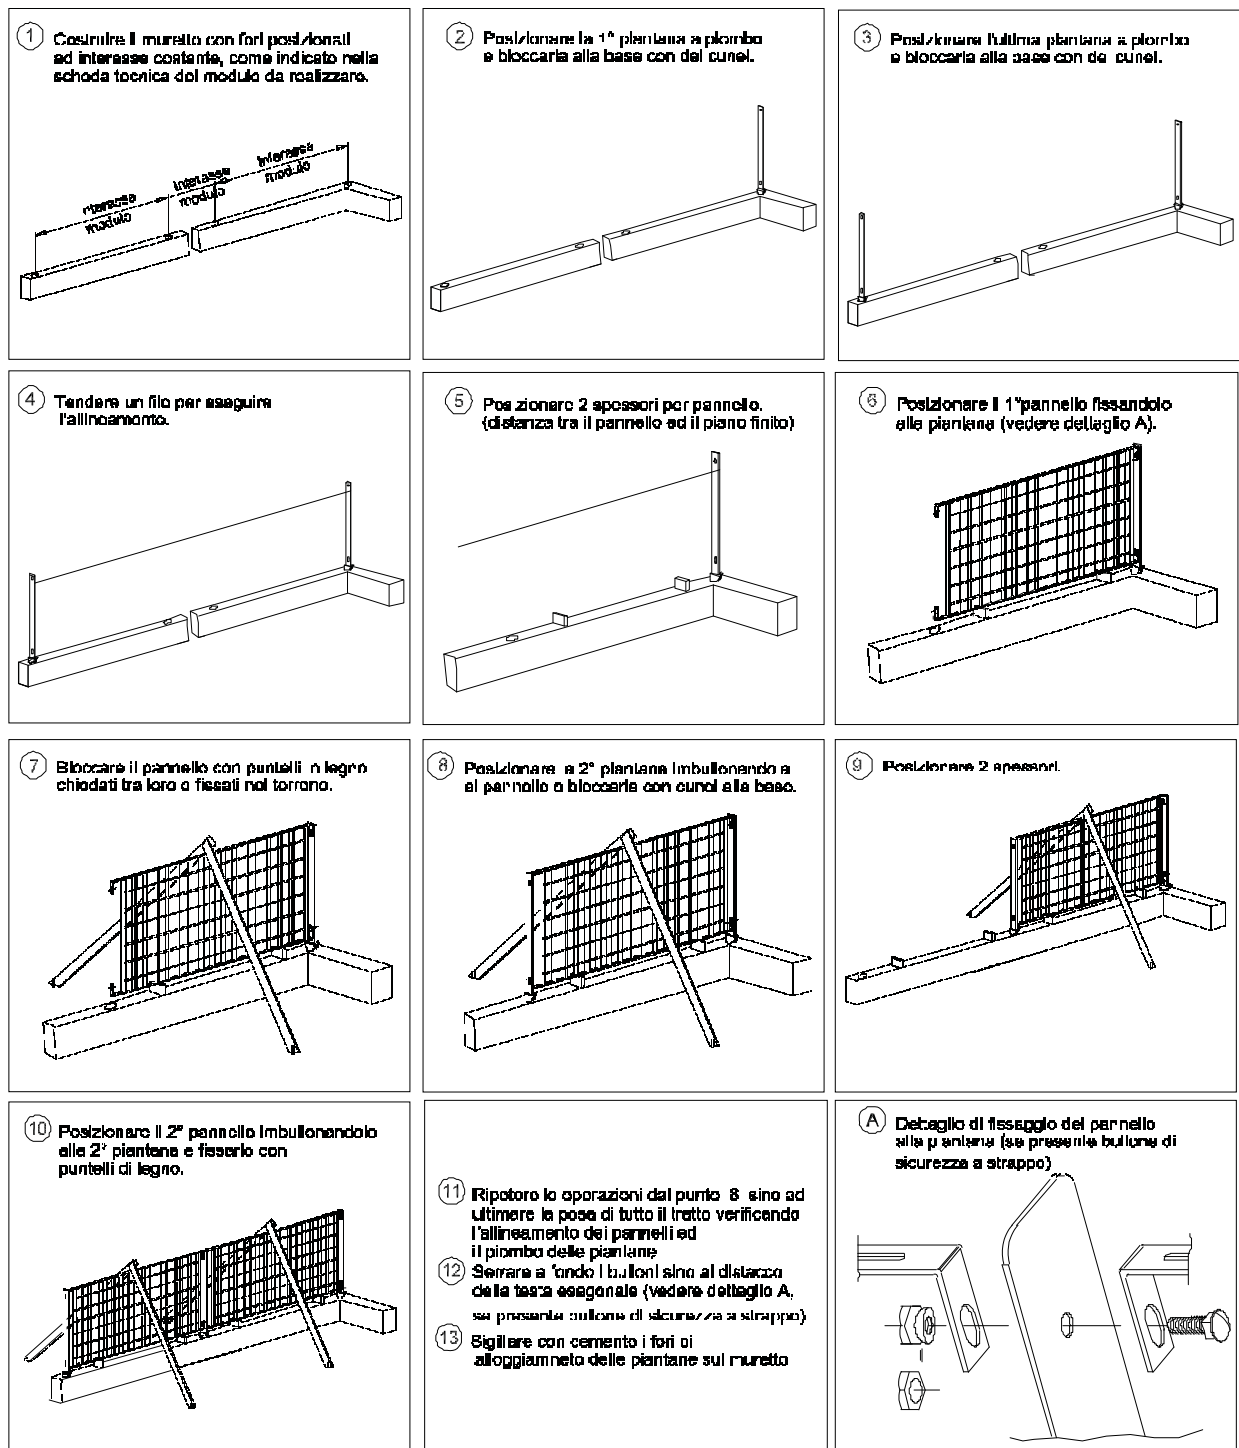

fig. 2.1
- Muretto avente fori predisposti (*fig.2.1*):